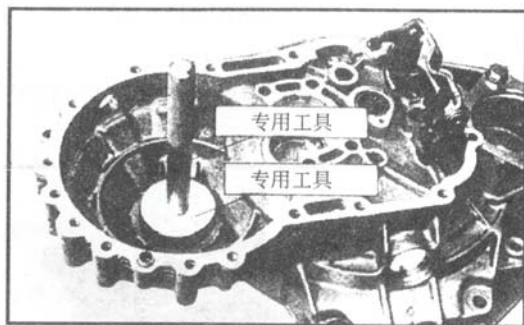

图 4-67 调整输出轴 (五)
(6) 调整方法:
①用专用工具将差速器轴承外圈充分压入, 如图 4-67 所示。